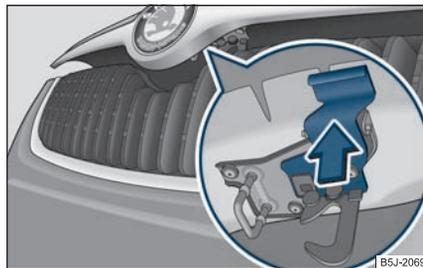

Fig. 175 Rejilla del radiador: Palanca de seguridad
- Tirar de la palanca de seguridad ⇒ página 190, fig. 175, se desbloquea el capó del vano motor.